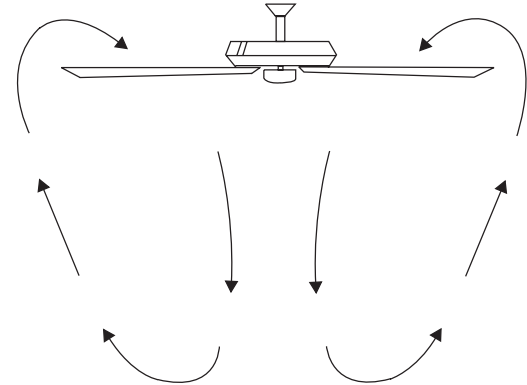

Fig. 32
**Fonctionnement par temps chaud :** Avant (sens anti-horaire). Un flux d'air descendant crée un effet de refroidissement (Fig. 32). Cela vous permet de régler votre climatiseur sur un réglage plus chaud sans affecter votre confort général.